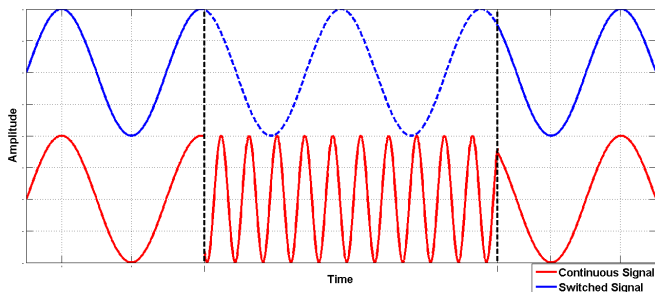

Рисунок 8: Сигнал с памятью фазы
**Сигнал с памятью фазы:** Способность генератора выполнить перестройку частоты, с частоты  $f_1$  на частоту  $f_2$  и обратно на частоту  $f_1$ , сохранив значение мгновенной фазы как будто сигнал не перестраивался по частоте. Пример рисунок 8.